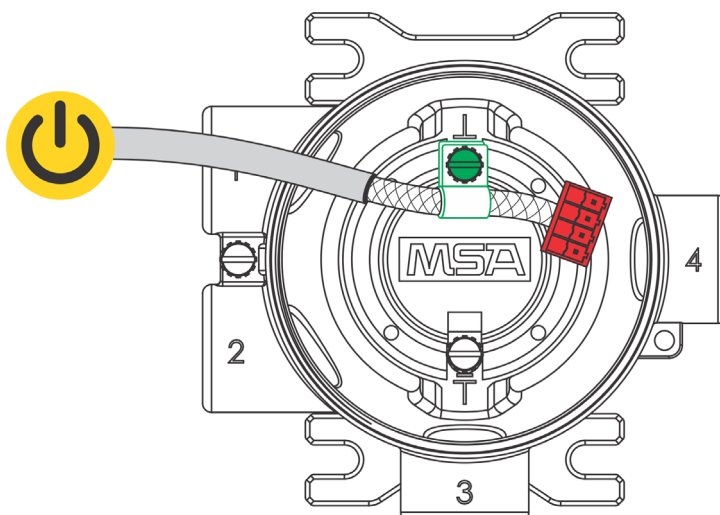

Fig. 32 Voeding en aardingskabel verbinden
Gebruik van afgeschermd kabel wordt aanbevolen. De kabelbescherming moet intern worden aangesloten op de instrumentbehuizing met behulp van een meegeleverde kabelschoen (zie Fig. 32).
- (7) Draai de schroeven op de connectors aan en trek voorzichtig aan de draden om te controleren dat ze goed bevestigd zitten.
- (8) Verbind kabelafscherming met voet van de instrumentbehuizing (zie Fig. 32).